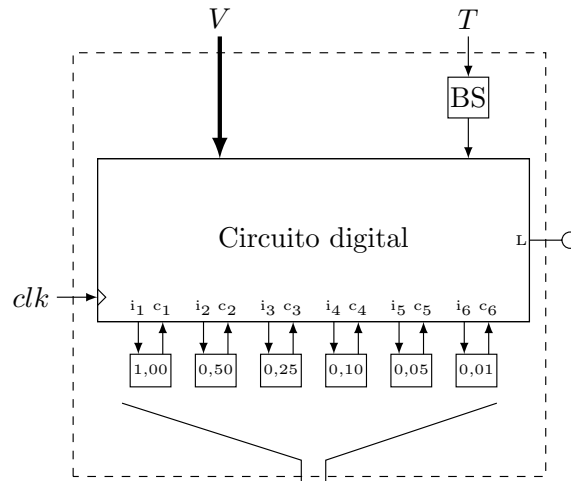

Figura 1: Diagrama de blocos da máquina de troco
Projete um circuito digital para uma máquina de troco (ver Figura 1). A máquina de troco libera em moedas um valor determinado colocado em sua entrada. A liberação das moedas é realizada por um sistema cofre que libera uma moeda sempre que em sua entrada i_x (onde $x = 1, 2, \dots, 6$) existir um nível lógico alto e ocorrer um pulso de *clock*. A entrada com o valor do troco a ser liberado é realizada através de um número binário V e do pulso gerado a partir da saída do circuito de um botão sincronizado (BS) cujo a entrada é T . Adicionalmente, a máquina possui uma saída L , a qual quando está piscando indica que a máquina está processando a informação para liberar o troco e qualquer outra solicitação de troco será ignorada. A máquina de troco possui ainda a capacidade de verificar se algum dos cofres de moedas está vazio ($c_x = 0$, onde $x = 1, 2, \dots, 6$) e recalcula o troco para liberar moedas apenas dos cofres que não estão vazios. Por fim, a máquina de troco indicará que não consegue trocar o valor da entrada V mantendo a saída L em nível lógico alto até que um novo valor do troco a ser liberado seja carregado na máquina.